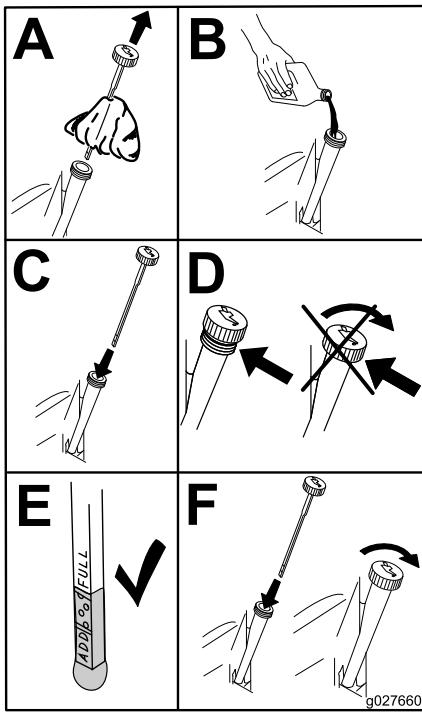

Figura 54
5. Vierta lentamente un 80% aproximadamente del aceite especificado por el tubo de llenado, luego añada lentamente el resto del aceite hasta que llegue a la marca de **Lleno** (Figura 54).